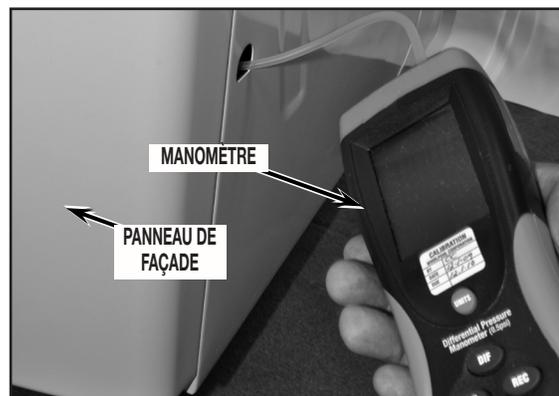

FIGURE 4
4. Mettre le manomètre en marche et régler le manomètre au zéro. Figure 4.